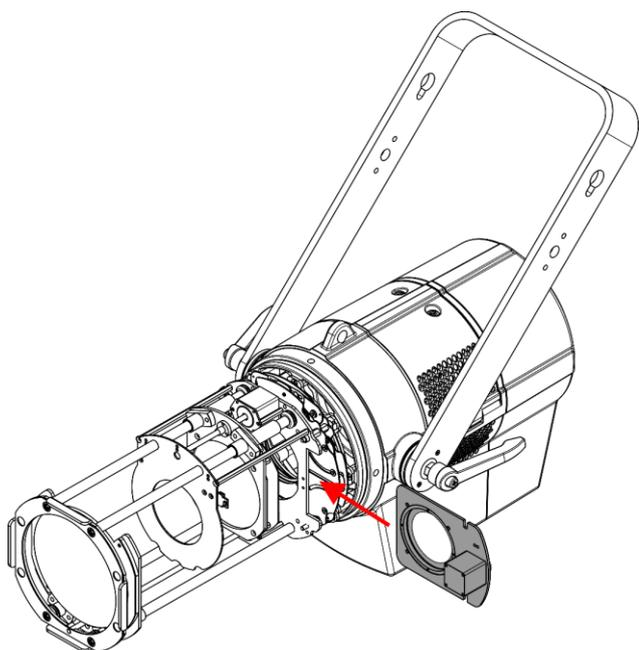
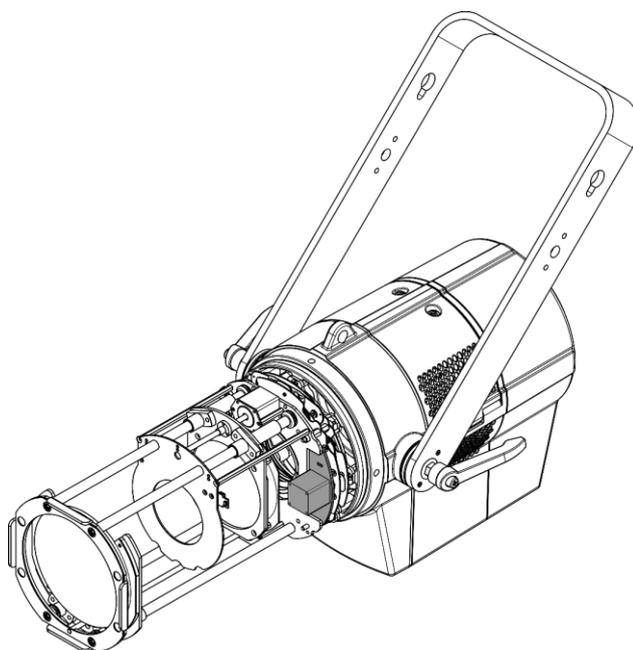

Fig. 05
Fig. 06
02) Deslice el portagobos hacia el interior de la ranura (Fig. 05) hasta que quede sujeto en su posición (Fig. 06).